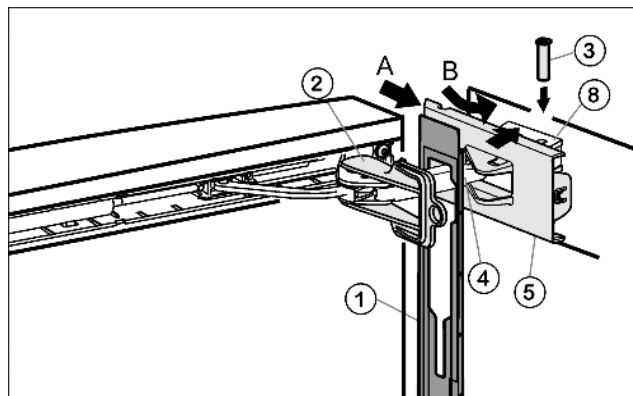

Fig. 18
- ▶ Навесьте накладку Fig. 18 (1) на амортизационную скобу Fig. 18 (4) таким образом, чтобы передние защелки показывали во внутрь, а передняя сторона была направлена к устройству.
- ▶ Отодвиньте (А) крышку Fig. 18 (5) снаружи и поверните (В) через опорную деталь Fig. 18 (8).
- ▶ Установите крышку Fig. 18 (5) и защелкните ее до первого фиксатора.
- ▶ Притяните амортизационную скобу Fig. 18 (4) к опорной детали и сверху вставьте палец Fig. 18 (3) таким образом, чтобы квадратная головка сидела в углублении.
- ▶ Теперь полностью защелкните крышку Fig. 18 (5) на опорной детали Fig. 18 (8).
- ▶ Поворотом снимите фиксатор Fig. 18 (2).
- ▶ Защёлкните накладку Fig. 18 (1) на дверце.